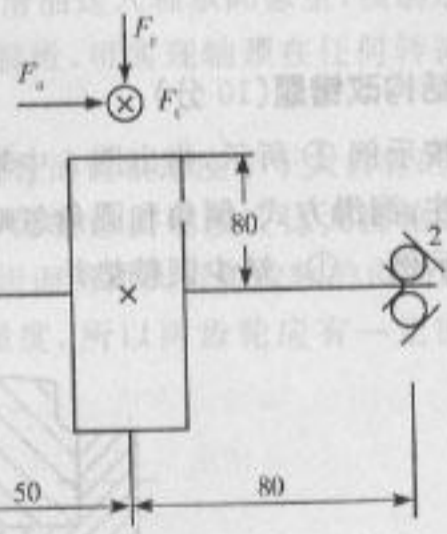

图 4
1. 如图4所示,轴上装有一斜齿圆柱齿轮。轴支承在一对正装的7209AC轴承上,齿轮轮